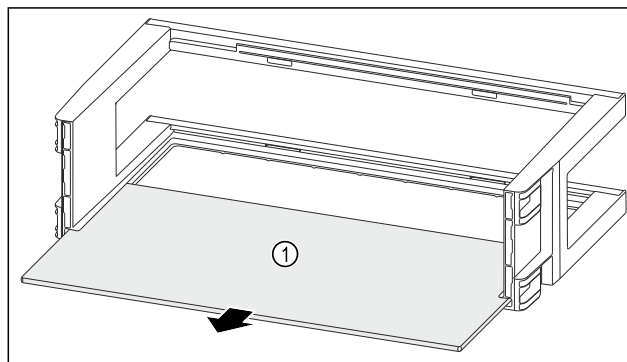

Fig. 91
- ▶ Odstranite polico za odlaganje Fig. 91 (1).